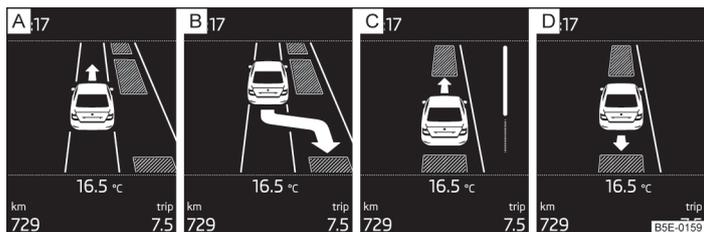

Abb. 132 Displayanzeige
Wenn das System eine geeignete Parklücke erkannt hat, wird diese Parklücke im Display angezeigt » Abb. 132 - **A**.
➤ Noch weiter vorfahren, bis im Display die Anzeige erscheint » Abb. 132 - **B**.
➤ Wenn im Display der Pfeil nach vorn blinkt » Abb. 132 - **C**, dann den 1. Gang einlegen bzw. den Wählhebel in Stellung **D** stellen.
- Wenn im Display der Pfeil nach hinten blinkt » Abb. 132 - **D**, dann erneut den Rückwärtsgang einlegen bzw. den Wählhebel in Stellung **R** stellen.